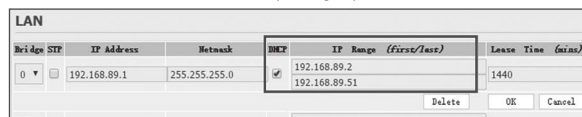

Fig. 2
5. Se till att DHCP är aktiverat. (Se Fig. 2)